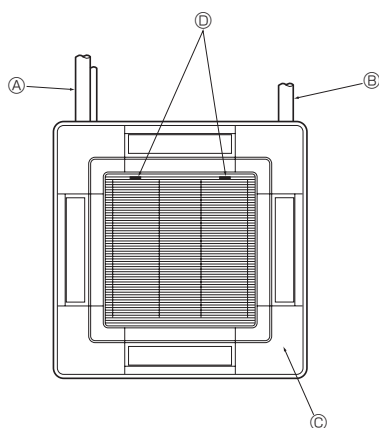

Fig. 7-11
7.5. Installation de la grille d'aspiration (Fig. 7-11)